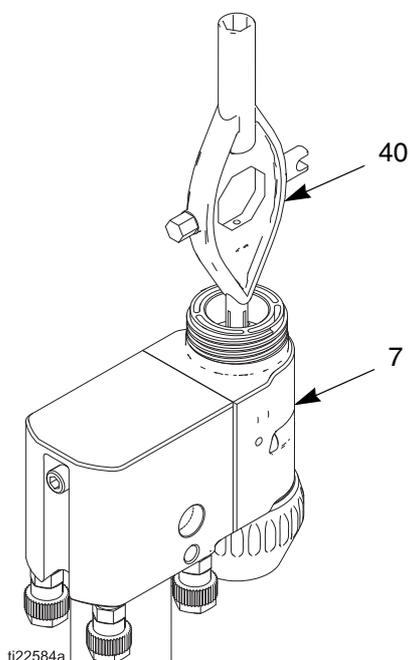

FIG. 30. Sostituzione dell'elettrodo
3. Svitare l'elettrodo (4) con l'attrezzo multiuso (40) dalla parte anteriore del corpo della pistola (7). FIG. 30.